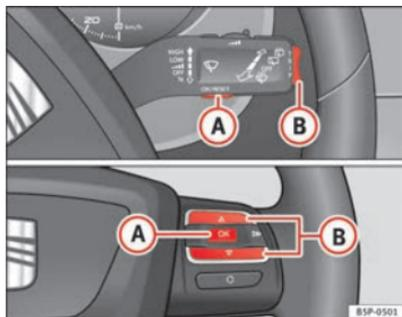

Fig. 39 Botões basculantes A e B. Comandos no volante.
Quando se aproxima o prazo para mandar realizar um serviço, aparece um **pré-aviso de serviço**. É visualizado o símbolo de uma «chave de fendas» e a indicação «km» com a quilometragem que falta até ao próximo serviço a realizar. Ao fim de cerca de 10 segundos a indicação é mudada. É visualizado um «símbolo do relógio» e o número de dias até à realização do próximo serviço. No visor* do painel de instrumentos aparece a seguinte mensagem: **SERV. EM ... KM OU ... DIAS**. Cerca de 20 segundos depois de se ligar a ignição ou do motor estar a trabalhar, apaga-se a mensagem da revisão. Premindo o botão de retorno a zero do conta-quilómetros parcial ou premindo o interruptor basculante do MFA ⇒ página 62, fig. 39 (B), pode-se regressar ao indicador normal.
- Com a ignição ligada, premir brevemente o botão ⇒ fig. 39 **A** do manípulo do limpa-vidros para mudar de uma memória para outra ou premir o botão **A** dos comandos no volante ⇒ fig. 39.